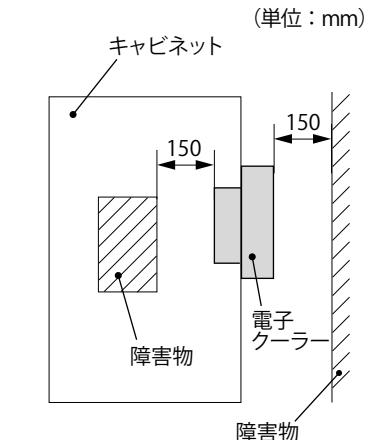

図1 障害物からの距離
- 吸気口および排気口の通風を妨げたり塞がないよう、また、排気が直接本製品吸気口に流入しないように取付位置に注意してください。能力低下と結露の原因になります。障害物からの距離を150mm以上離すことをおすすめします。(図1)